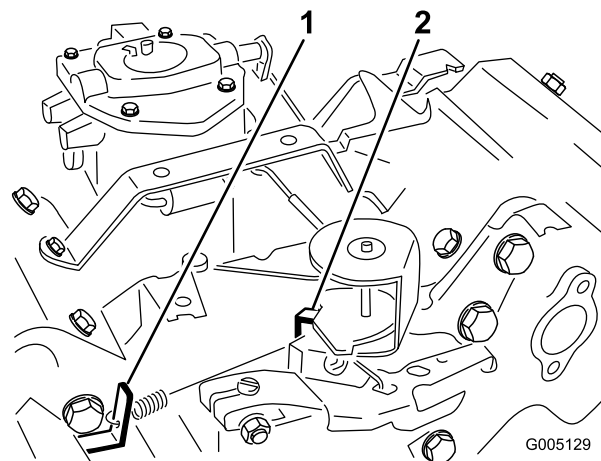

Figura 36
3. Doble la pestaña de anclaje del muelle de regulación del ralentí (Figura 36) hasta obtener una velocidad de ralentí de 1625 ± 100 rpm. Compruebe la velocidad con un tacómetro.